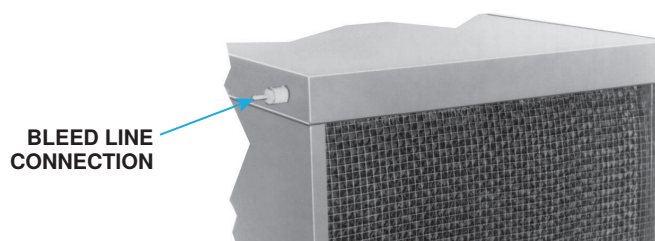

Figure 10. Connexion de la ligne de purge
- Vissez le raccord de conduite de purge en nylon 1/4 ID × 1/2 NPT (expédié dans le bac inférieur du module de refroidissement) dans l'adaptateur femelle du tuyau de distribution. Le raccord cannelé dépasse du côté de l'entrée d'air de l'armoire du module (voir Figure 10). Branchez un tuyau de 1/4 ID au raccord cannelé et faites-le passer jusqu'au drain le plus proche.
- c. S'il est nécessaire d'ajuster la vanne à flotteur pour obtenir un niveau d'eau approprié ou pour libérer la vanne à flotteur des obstructions, pliez soigneusement la tige de la vanne à flotteur (voir Figure 10) vers le haut pour augmenter le niveau d'eau ou vers le bas pour abaisser le niveau d'eau.